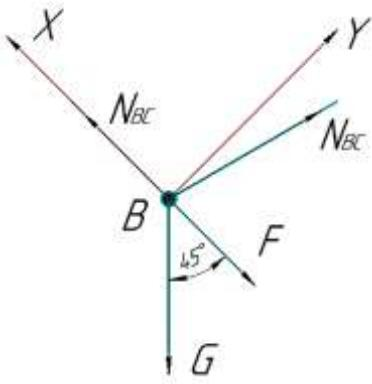

Рис. 5
5. Получив две проекции сил: R_x и R_y , определите их равнодействующую. Соединив конец вектора R_x и конца вектора R_y , получите общую равнодействующую $R_{\text{ГЛ}}$ – главный вектор (рис. 5г).
Проведите ось X по стержню АВ (рис. 5).